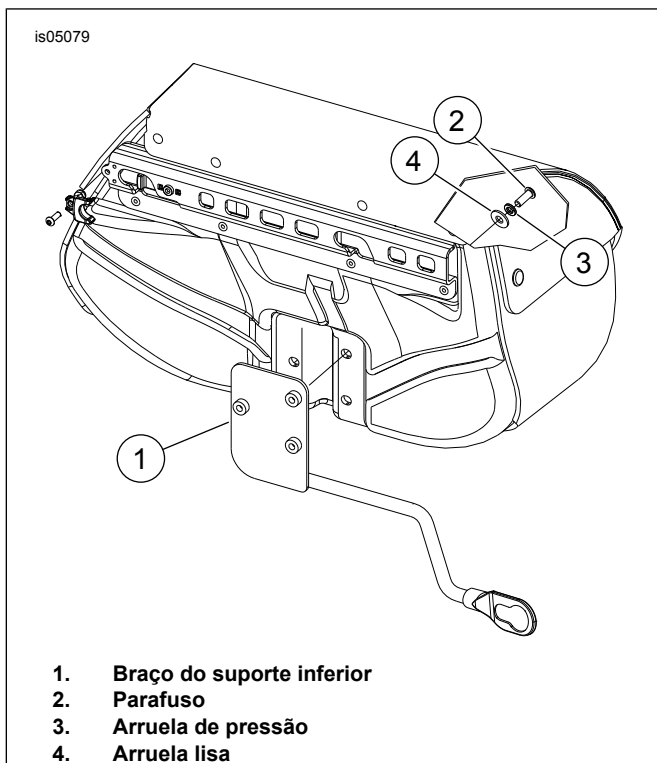

Figura 6. Instalação do braço do suporte inferior
1. Veja Figura 6. Instale o braço do suporte inferior esquerdo no alforje. Aplique Loctite 243 – azul nas roscas dos parafusos (2). Instale, sem apertar, o braço do suporte inferior (1) no alforje usando os parafusos (2), as arruelas de pressão (3) e as arruelas lisas (4). O braço inferior (1) é montado no lado de dentro da parte de trás do alforje. As ferragens são montadas no braço pelo lado de dentro do alforje.
2. Aperte os parafusos (2) com as mãos. Eles serão apertados totalmente durante a instalação do alforje.